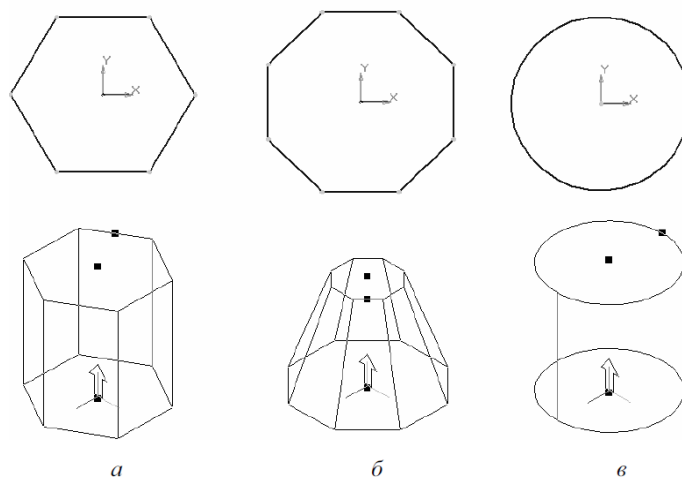

Рис. 1.
**Задание 1.** В программе Компас-3D создать модели шестигранной призмы, усеченной пирамиды и цилиндра с помощью операции выдавливания (рис. 1). Размеры произвольные.